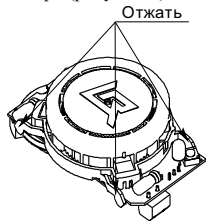

Рисунок 2
- отжать замки на дымовой камере (рисунок 2) и снять ее;